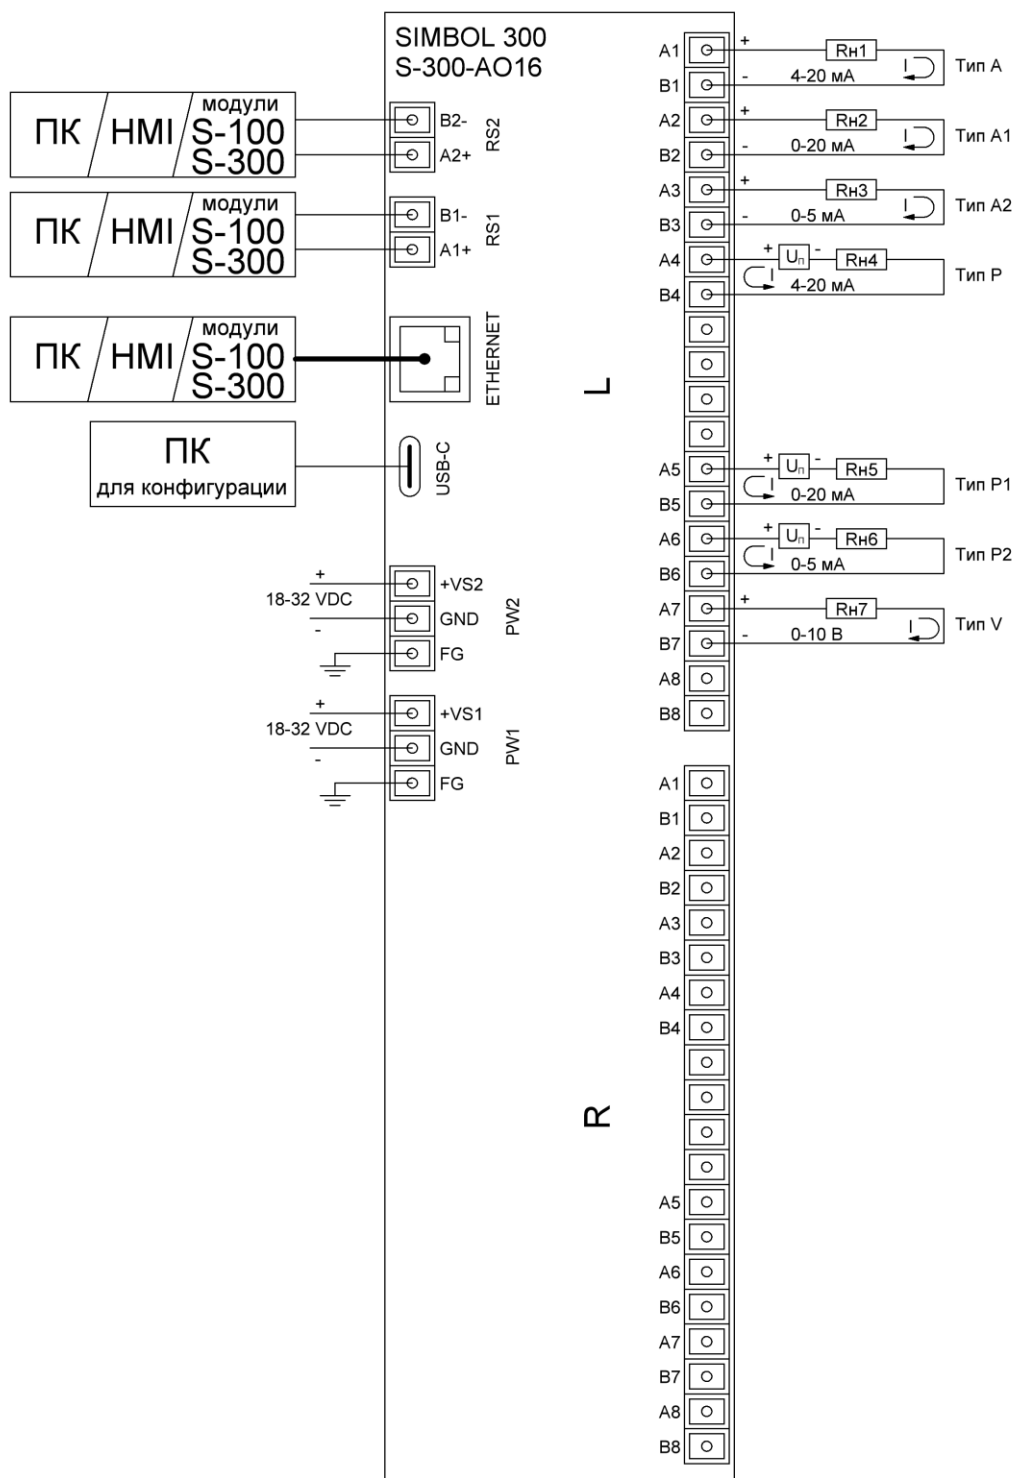

Рисунок 1.5 – Схема подключения модуля контроллера Simbol-300 S-300- AO16 (S-300-AO8)
1.4.2.1 Для конфигурации модуля может быть использован офисный ПК стандартной комплектации, имеющий порт RS-232, Ethernet или USB. Модуль подключается с помощью преобразователя интерфейса RS-232 в RS-485 (USB в RS-485), интерфейс Ethernet или USB (рисунок 1.5).
2.2.8 Подключить модуль к ПК используя USB, Ethernet или преобразователь интерфейсов (рисунок 1.5).